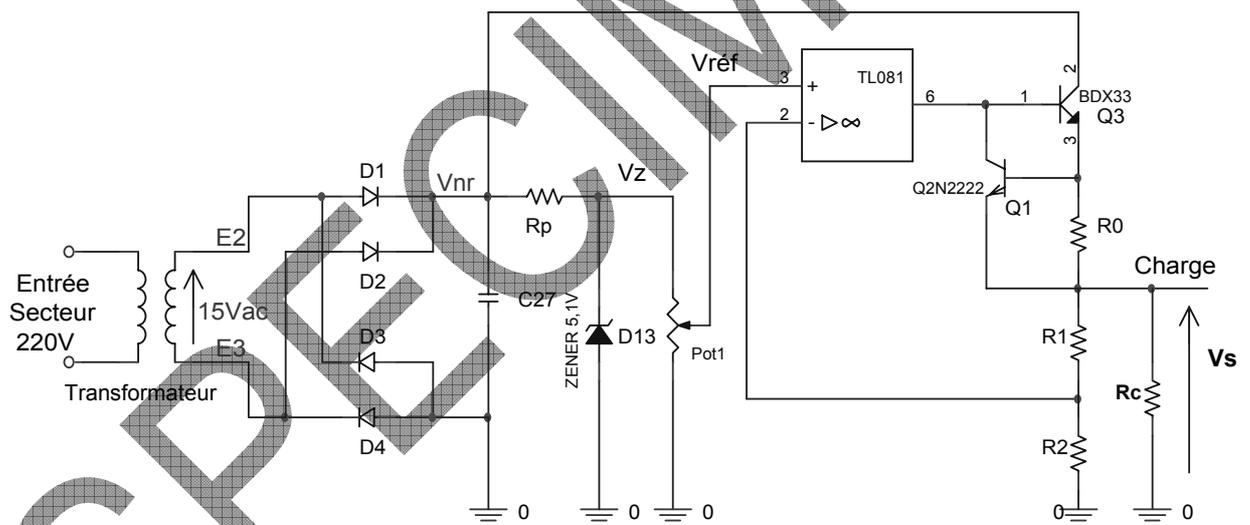

fig.4
12.3.1.4 Alimentation à limitation de courant figure 4. Expliquer le rôle de la résistance $R0$ et du transistor $Q1$.